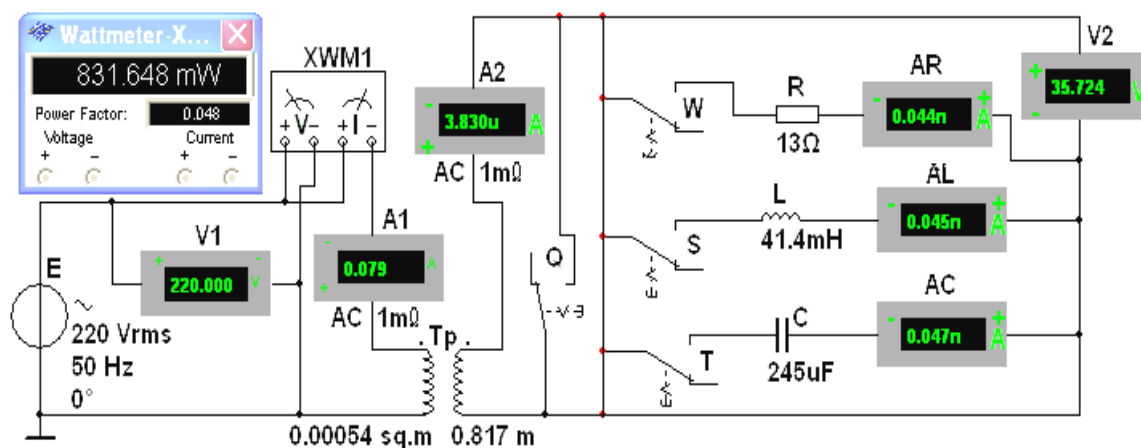

Рис.2
1. Собрать схему, изображенную на рис.2
- установить ЭДС источника напряжения $E = U_k = u_k U_{1н} / 100$; нажать на клавишу Q клавиатуры, т. е. замкнуть накоротко вторичную обмотку трансформатора, и запустить программу MS10 (см. рис. 2). Данные измерений занести в табл. 2;